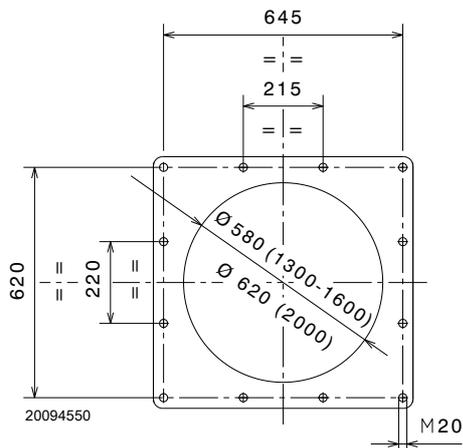

图 13
如图 13 所示, 在炉膛钢板上钻孔。
- 提前在锅炉钢板上钻好孔，将燃烧器整体安装到锅炉钢板的钻孔上，如图 13 所示，同时用随附螺丝拧紧（拧紧扭矩为 250 - 300 Nm）。